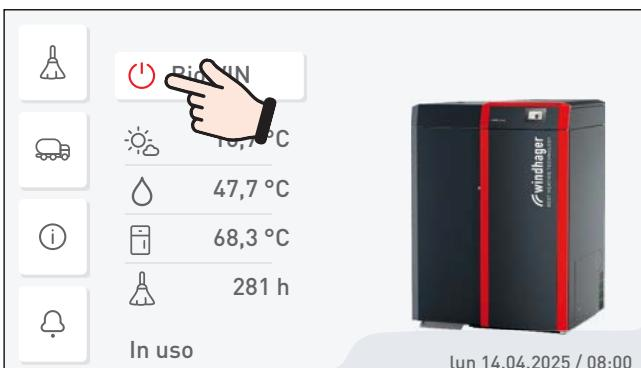

Fig. 59 Spegnere caldaia a pellet
- Spegnere la caldaia a pellet con il tasto ON/OFF su InfoWIN Touch (Fig. 59 – vedere anche il manuale d'uso di InfoWIN Touch) e attendere la fine combustione (circa 20 minuti).